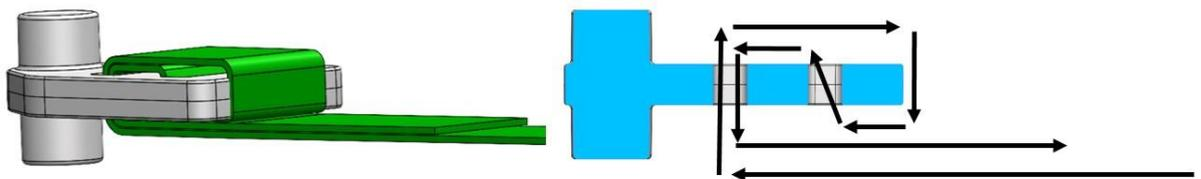

Abb. 18: Bandschloss mit Zugband
4. Das Band, wie in Abb.18 dargestellt, in das Bandschloss einfädeln